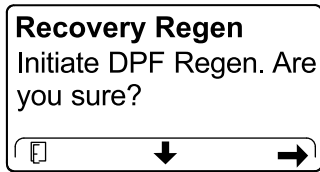

Figura 47
4. Nella schermata INITIATE DPF REGEN premete il pulsante destro per continuare (Figura 47).